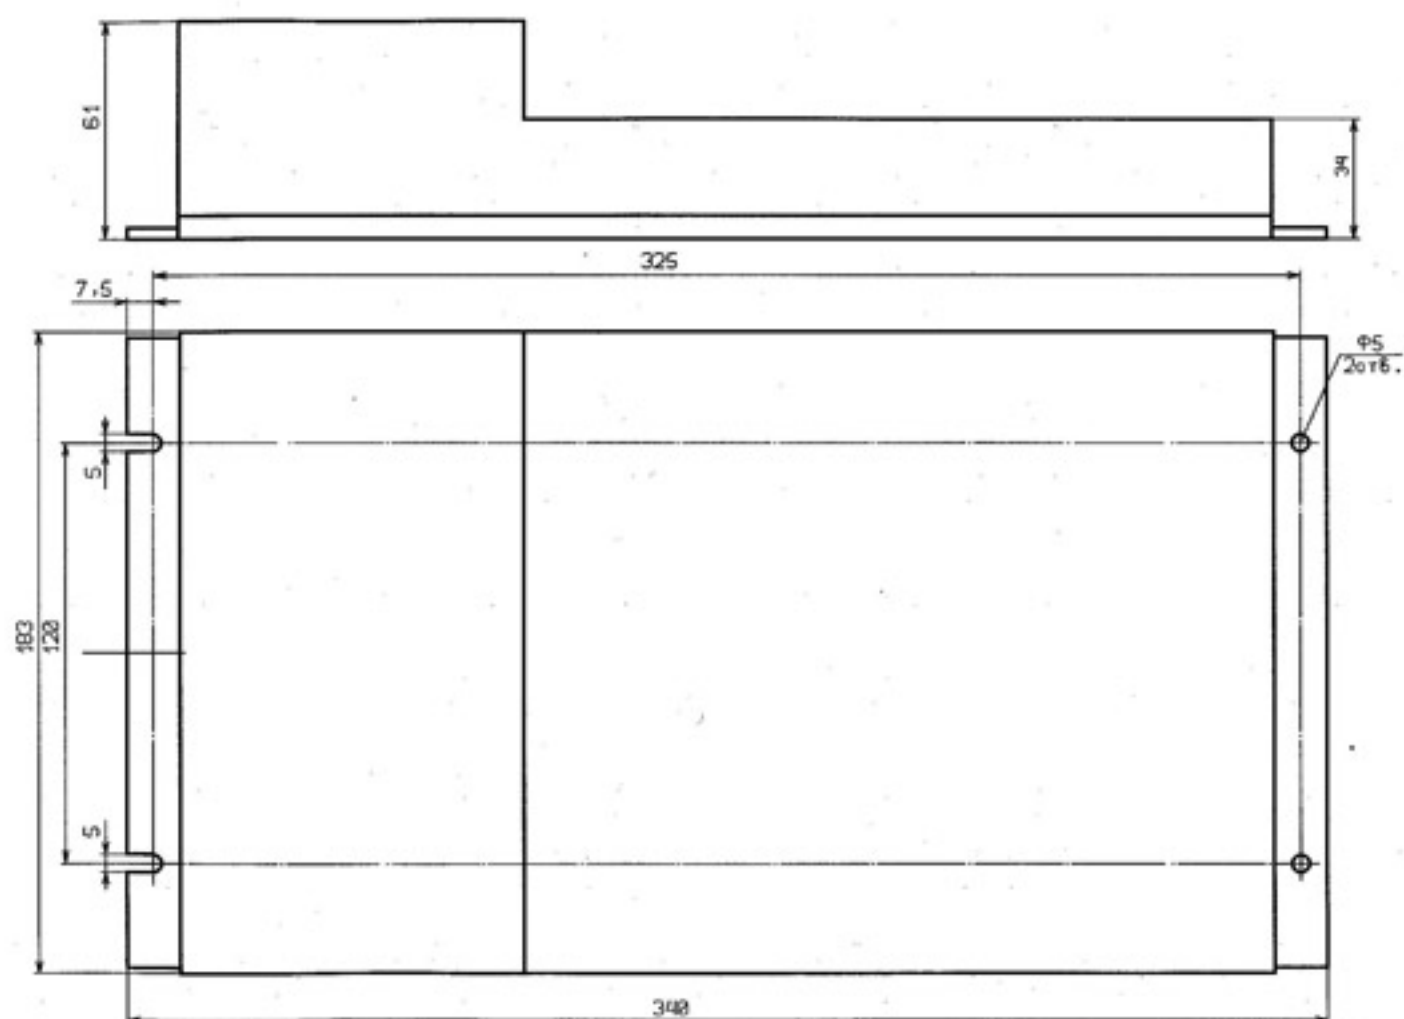
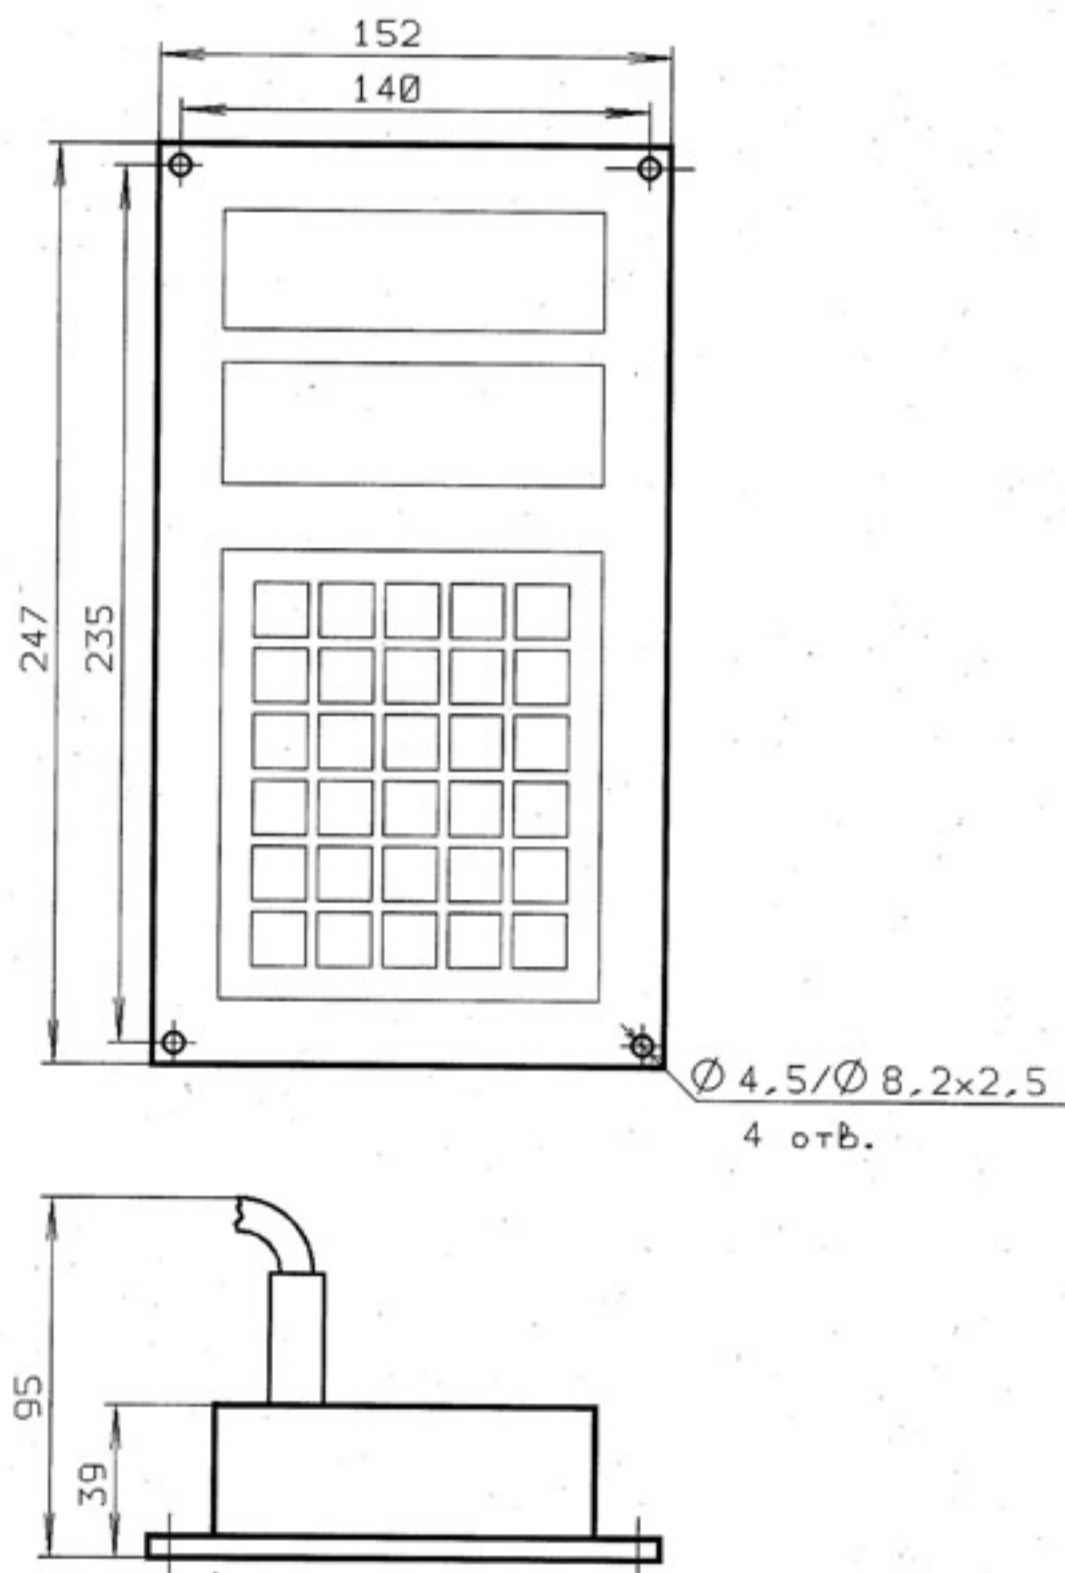
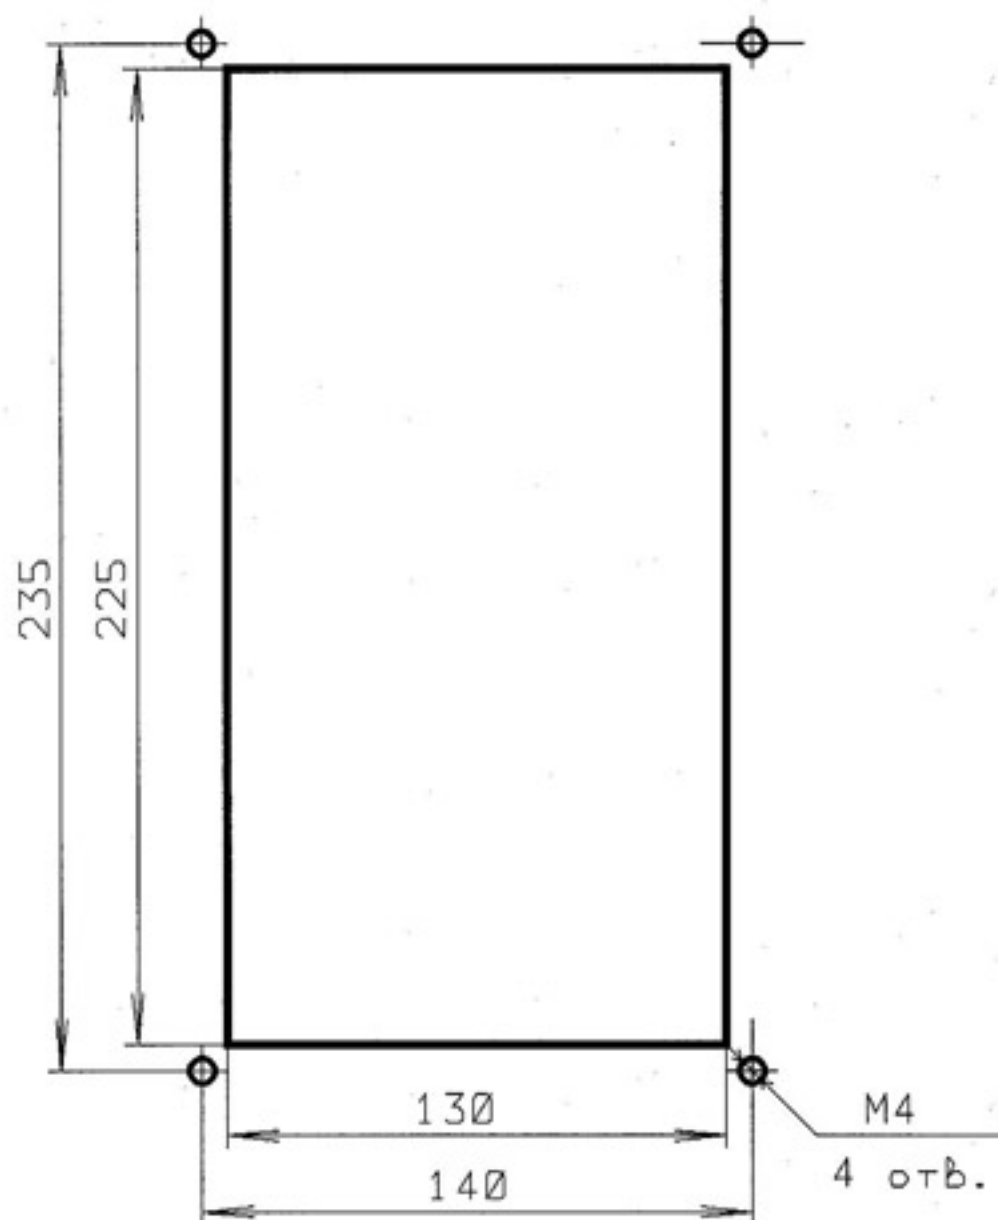

Рис.3.2
Рис.3.3
Рис.3.4
3.4. Габаритный чертеж и установочные размеры блока обработки информации приведены на рис.3.2, а пульта управления - на рис.3.3. Чертеж разметки для крепления пульта управления приведен на рис.3.4